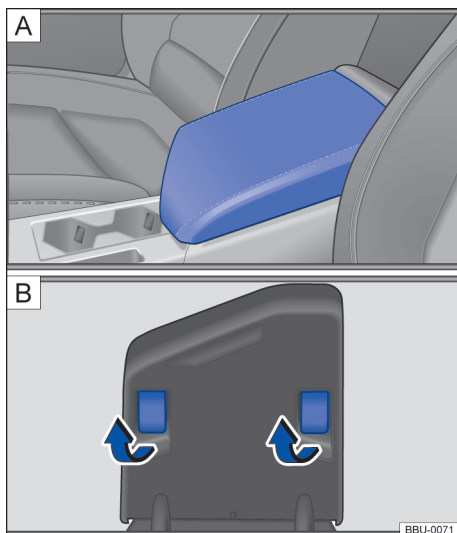

Fig. 86 Descansa-braço central dianteiro.
- Para *aumentar a altura* do descanso-braço central, puxe para cima → Fig. 86 [A] e rebata os suportes plásticos sob o descanso-braço no sentido das setas → Fig. 86 [B], abaixe o descanso-braço novamente.
- Para *reduzir a altura* do descanso-braço, levante o descanso-braço e retorne os suportes plásticos no sentido oposto às setas → Fig. 86 [B], abaixe por completo a tampa.